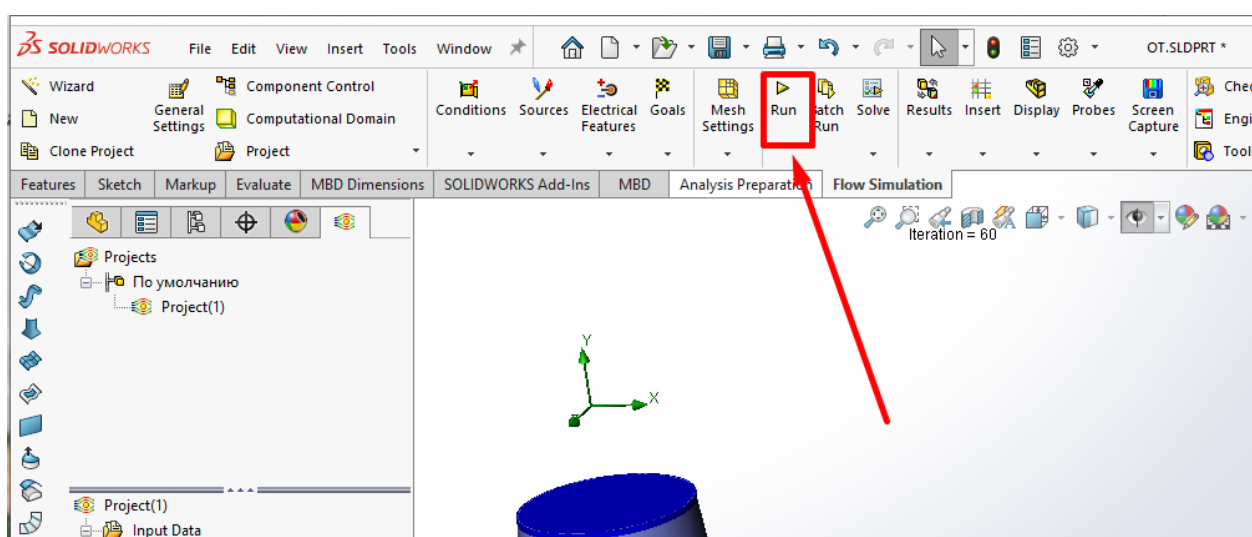
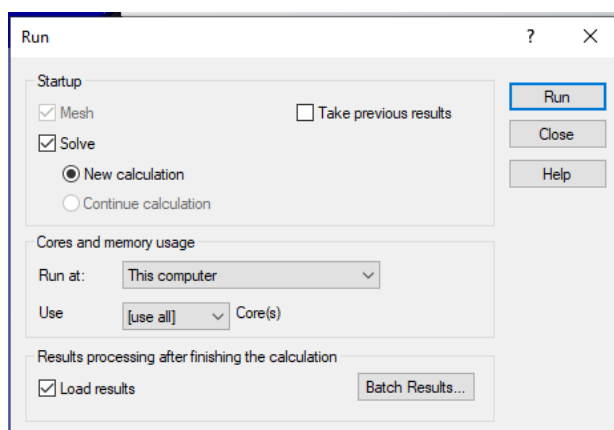

Рисунок 10.29 – Запуску обчислення в Flow Simulation
Рисунок 10.30 – Діалогове вікно при запуску обчислення в Flow Simulation
1. Натисніть **Flow Simulation > Solve > Run** (Flow Simulation > Розрахунок > Запуск) (рис. 10.29). Опція **Load results** (Завантажити результати), вибрана за замовчуванням, означає, що після завершення обчислень результати будуть завантажені автоматично (рис. 10.30).